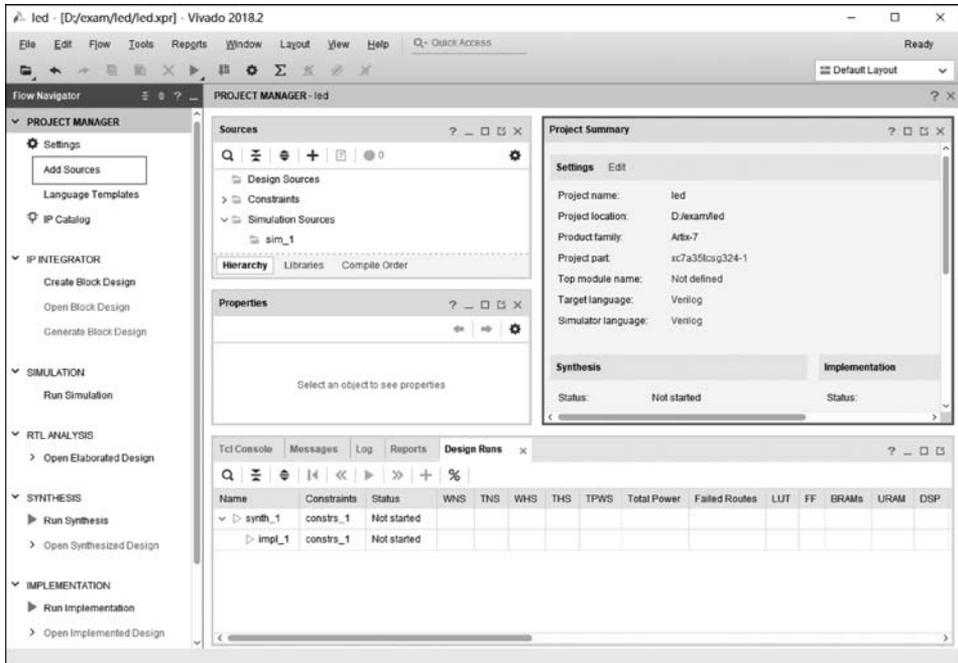

图 3.9 工程管理窗口
(1) 如图 3.9 所示,选择 Flow Navigator 下 PROJECT MANAGER 中的 Add Sources 选项,打开设计文件导入窗口。